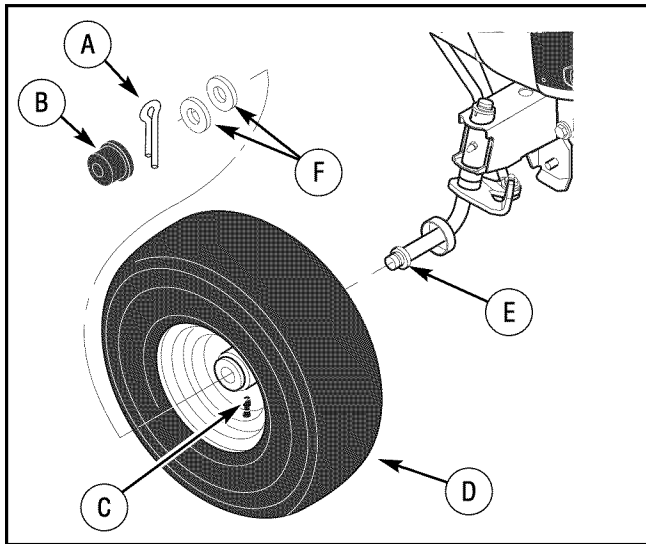

Figura 39: Ensamblaje de rueda delantera
1. Cerciórese de que el **vástago de la válvula** este en la parte exterior del tractor. Deslice la **rueda delantera** hacia **huso** (Vea la Figura 39).